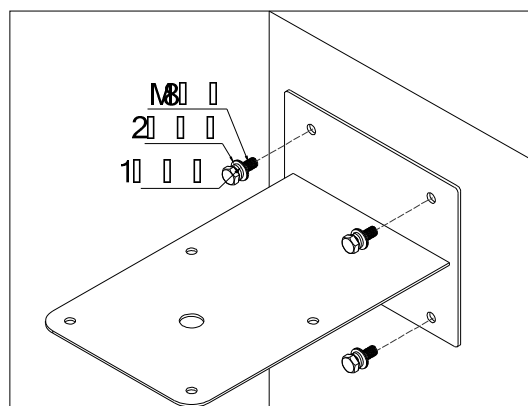

图 8
2) 从包装中取出云台，将系统的控制线、视频线、电源电线穿过支架，并用 4 个 M8 螺栓分别加 1 个  $\phi 8$  弹垫和 2 个  $\phi 8 \times \phi 18$  的不锈钢平垫将支架固定到墙壁上（如图 8 所示）；